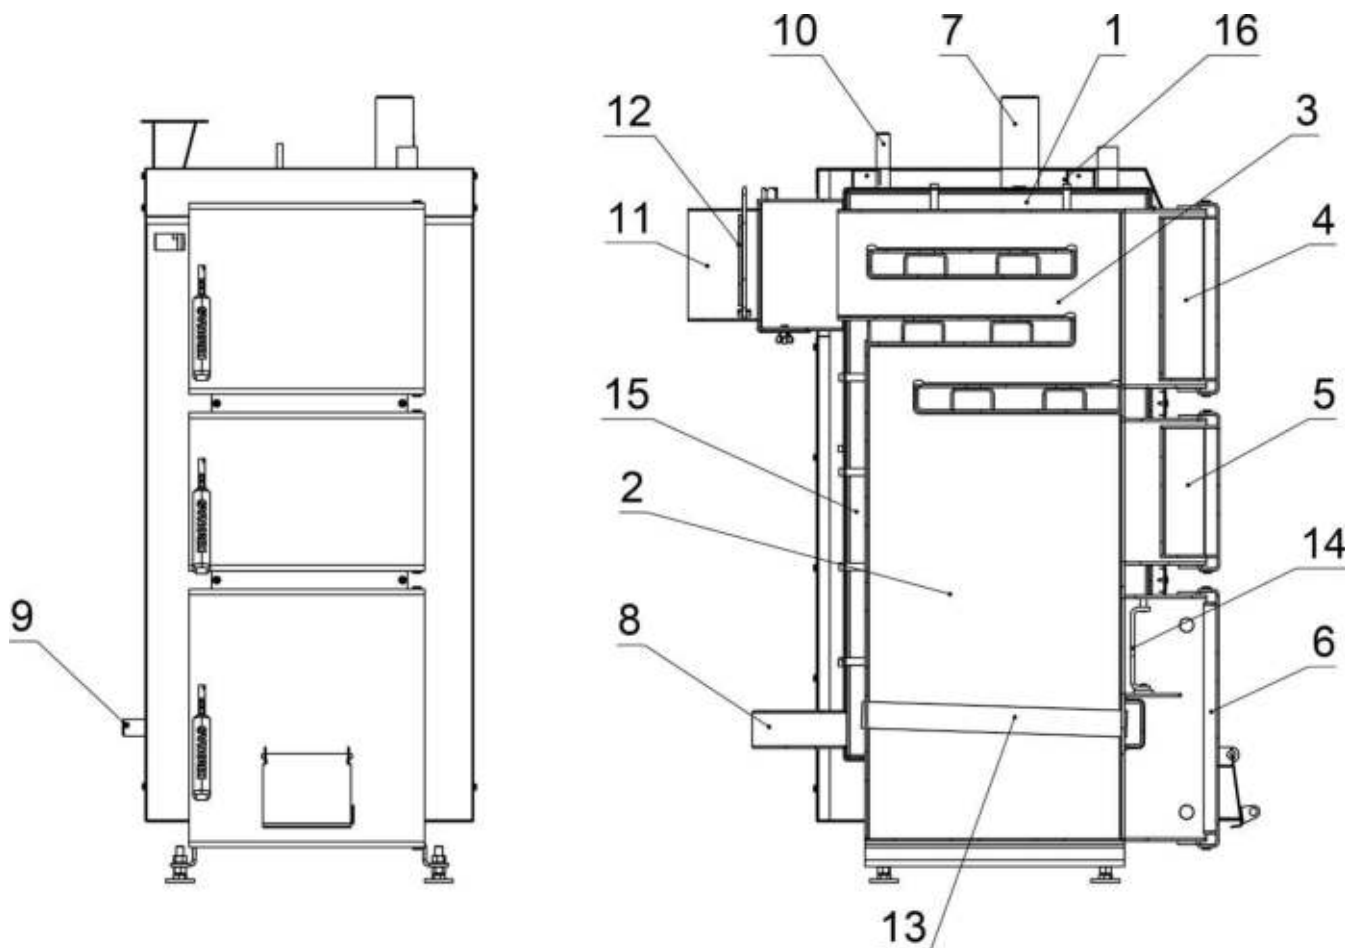

Рисунок 5.1 – Зовнішній вигляд та основні елементи котла типу К
Конструктивно котел являє собою збірно-зварену конструкцію, що складається з корпусу (поз. 1, рис. 5.1) з камерою згоряння (топкою) (поз. 2, рис. 5.1). Над топкою розташована конвекційна частина котла (поз. 3, рис. 5.1), що являє собою високоефективний триходовий теплообмінник.
Корпус котла виконаний в формі паралелепіпеду з подвійними стінками, які розділені водними перегородками (поз. 15, рис. 5.1). На зовнішній поверхні корпусу під декоративною обшивкою закріплена теплова ізоляція. (поз. 16, рис. 5.1). Паливо для процесу спалення завантажується на колосникові ґрати (поз. 13, рис. 5.1) крізь завантажувальні дверцята (поз. 5, рис. 5.1). Колосникові ґрати виконані з товстостінних безшовних труб по яких постійно циркулює вода з водяної оболонки котла, що унеможлиблює їх прогорання. Згоряння палива в топці відбувається за участю повітря, яке постачається під колосникові ґрати припливним вентилятором. Кількість повітря, необхідного для процесу згоряння, регулюється автоматично блоком автоматики управління.
Підведення і відведення теплоносія здійснюється відповідно через патрубки зворотної мережної води (поз. 8, рис. 5.1) і прямої мережної води (поз. 7, рис. 5.1).
Топочні гази виходять у димохід крізь боров (поз. 11, рис. 5.1), розташований у задній частині котла. Боров обладнано вбудованим дросельним клапаном продуктів згоряння – шибером (поз. 12, рис. 5.1). У випадку надто високої тяги у димоході шибер дає можливість її знизити шляхом часткового перекидання вихідного отвору борова.
У верхній частині корпусу котла розташований штуцер для встановлення групи безпеки котла (поз. 10, рис. 5.1).
На бічній стінці корпусу у нижній її частині розміщено штуцер для зливу води з котла (поз. 9, рис. 5.1).
- дверцята для періодичного обслуговування (чищення) конвекційної частини котла (поз. 4, рис. 5.1);
- ревізійний дверцята (поз. 6, рис. 5.1) для періодичного чищення колосникових ґрат.